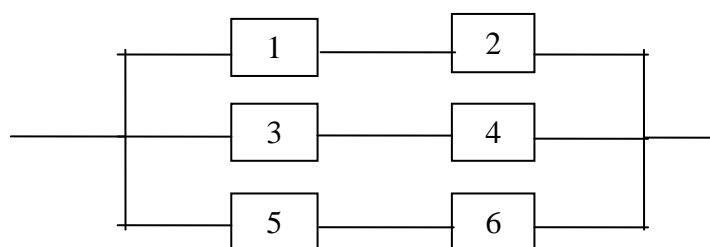

Рис. 6 Блок-схема надежности
8. Блок-схема надежности ХТС имеет вид (рис. 6)